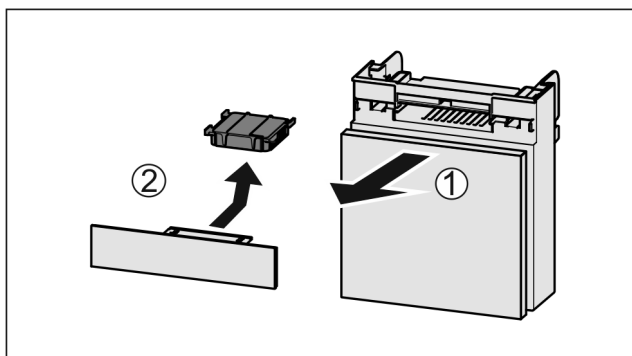

Fig. 72
- ▶ Издърпайте Fig. 72 (1) напред от отделението.
- ▶ Извадете Fig. 72 (2) филтъра с активен въглен.